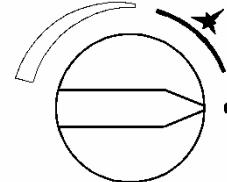

Рисунок 10. Аппарат выключен
3.2.1 Перед включением аппарата ручка 4 (рис. 1) должна находиться в крайнем правом положении (рис. 10).
- повернуть ручку розжига и регулировки мощности 4 (рис. 1) в положение “Аппарат выключен” (см. рис. 10);
- перевести ручку 4 (рис. 1) в положение “Аппарат выключен” (см. рис. 10);